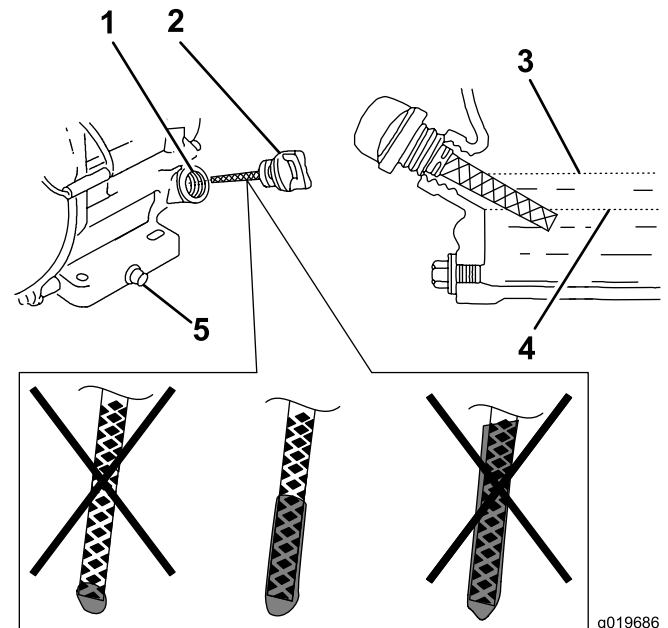

Figura 18
3. Limpie alrededor del tapón de llenado/varilla de aceite (Figura 18).
4. Retire el tapón de llenado/varilla girándolo en sentido antihorario (Figura 18).
Nota: Si el nivel de aceite está en o cerca de la marca inferior de la varilla, añada solamente suficiente aceite del tipo especificado para que llegue a la marca superior (borde inferior del orificio de llenado de aceite); consulte Figura 18.
7. Compruebe el nivel de aceite (Figura 18).
8. Instale el tapón de llenado/varilla y limpie cualquier aceite derramado (Figura 18).
4. Llene el cárter con el aceite especificado; consulte la Figura 18 en Comprobación del nivel de aceite del motor (página 22).